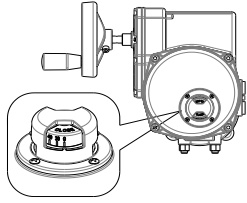

图 4
- 2.2 检查执行器开度位置，操作手轮调整执行器处于关闭位置，注意通电时勿推入手轮进行操作，如图 4、5。